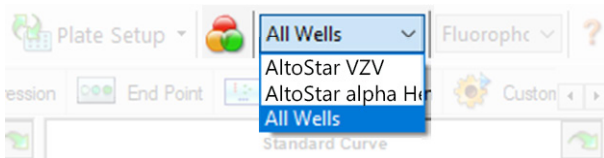

Figura 4: Botão Well Group (Grupo de Poços) e menu pendente Well Group (Grupo de Poços)
Na janela Data Analysis (Análise de Dados), certifique-se de que seleciona o **Well Group** (Grupo de Poços) do kit AltoStar® VZV PCR Kit 1.5. Deste modo, clique no menu pendente **Well Group** (Grupo de Poços) junto do botão **Well Group** (Grupo de Poços) (consulte a figura 4) da barra de ferramentas. Não utilize o **Well Group** (Grupo de Poços) «All Wells» (Todos os Poços). A seleção na figura 4 é utilizada como uma vista geral de exemplo.
1. Na janela Data Analysis (Análise de Dados), certifique-se de que seleciona o **Well Group** (Grupo de Poços) do kit AltoStar® VZV PCR Kit 1.5. Deste modo, clique no menu pendente **Well Group** (Grupo de Poços) junto do botão **Well Group** (Grupo de Poços) (consulte a figura 4) da barra de ferramentas.